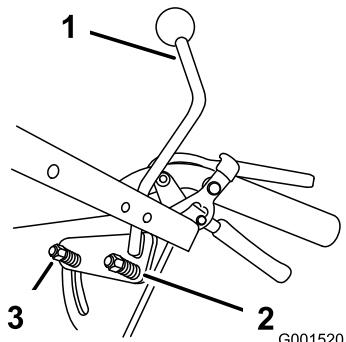

Bild 34
**Hinweis:** Falls die Neutral-Stellung nicht konsistent ist, prüfen Sie und stellen Sie sicher, dass beide Federn am Fahrgeschwindigkeitshebel unter dem Bedienfeld richtig angezogen sind, besonders die hintere Gelenkfeder. Wiederholen Sie die Einstellungen bei Bedarf (Bild 34).